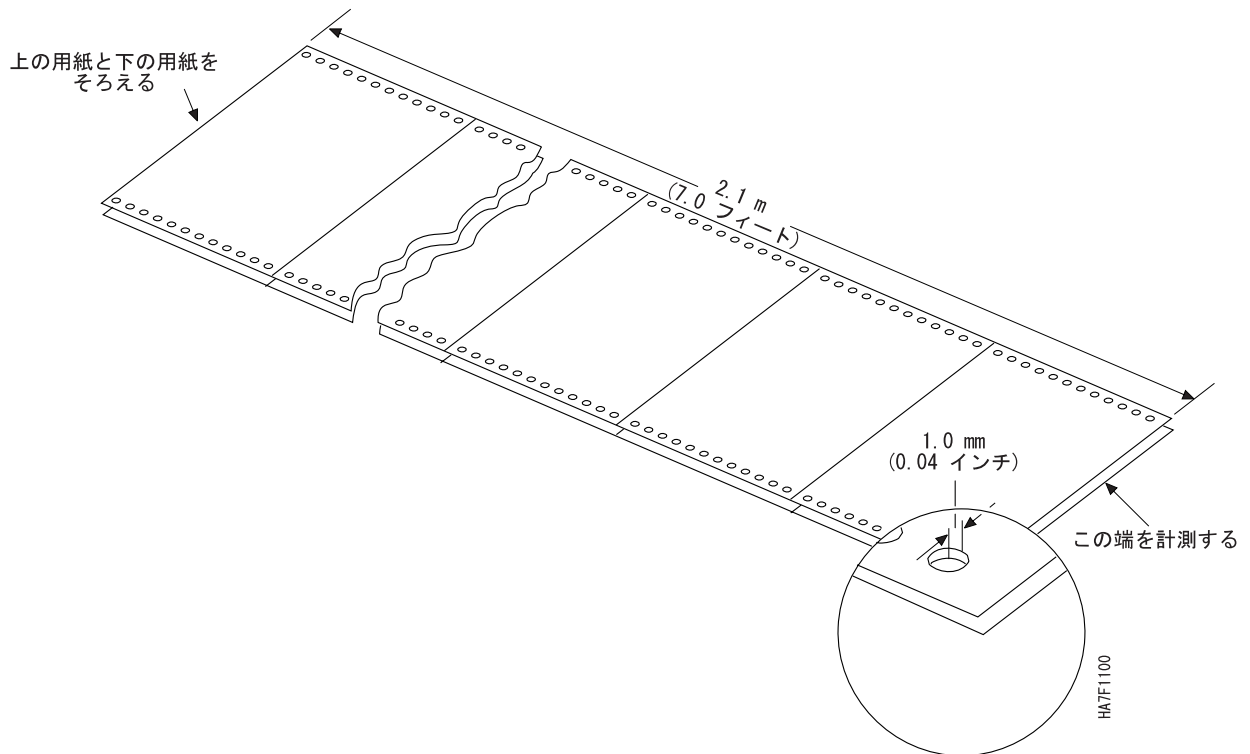

図8. 端の正確度
3. 用紙のもう片方の側で、13ページの図8 に示すように、上の用紙の送り穴と下の用紙の送り穴の間の距離を測ります。この距離は図で示した値を上回らないようにしてください。